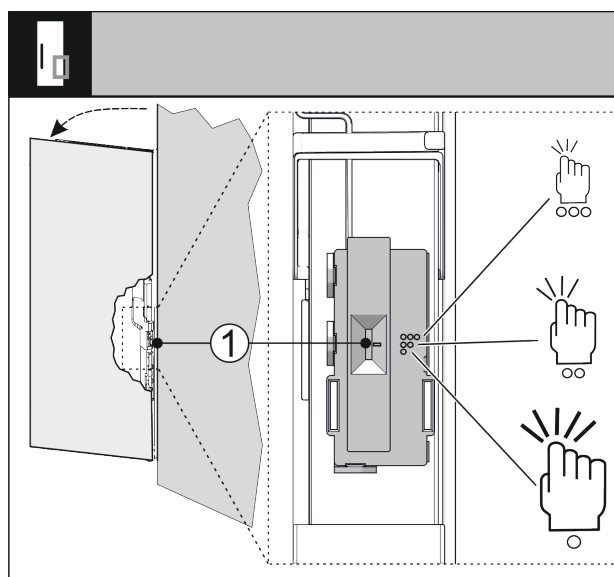

Fig. 71
A koptintásérzékelő érzékenysége kapcsolóval Fig. 71 (1) állítható. A kapcsoló a zsanérok oldalán található az ajtó alsó harmadán.
- ▶ Tolja a kapcsolót Fig. 71 (1) a kívánt kapcsolóállásba.